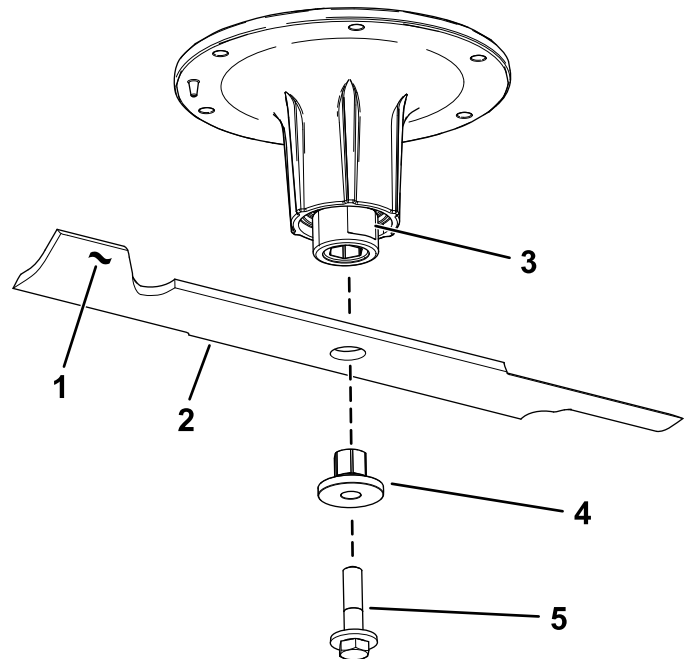

Figure 79
2. Retirez le boulon, la douille et la lame de l'axe de pivot (Figure 79).